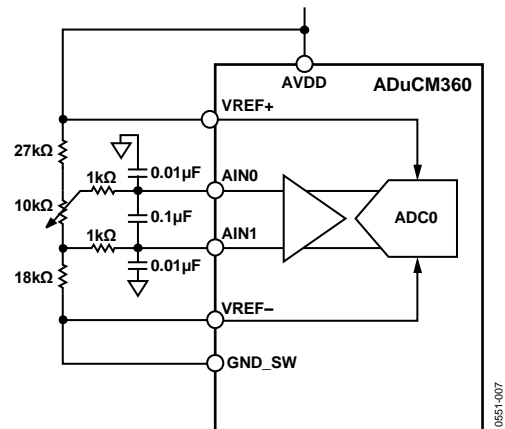

図 7. 抵抗セットによるプライマリ入力信号の生成
- 2 つめのテストは、図 7 に示すように、固定抵抗と可変抵抗のセットによって生成されたプライマリ入力信号を使用して実施。